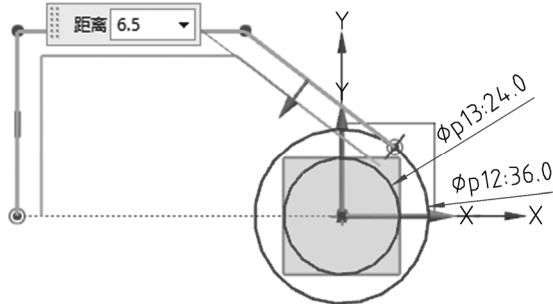

图 1-3-9 偏置内轮廓绘制
(4) 绘制内轮廓偏置。点击【直接草图】→【偏置】命令，在【要偏置的曲线】选择轮廓线，在【距离】输入 6.5，单击【确定】，显示如图 1-3-9 所示。